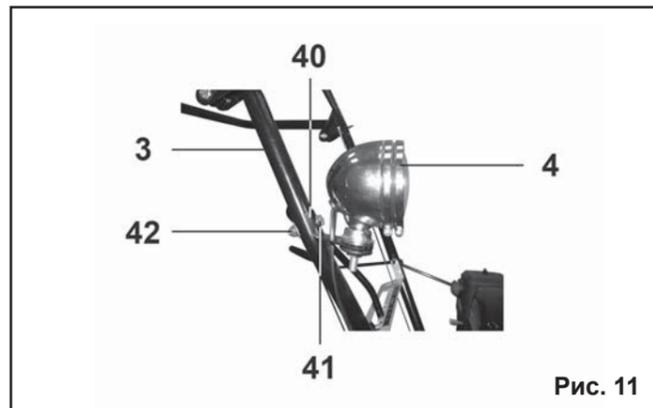

Рис. 11
**6.6. Установка фары (Рис.11) для модели МС 65 ЭЛ.**